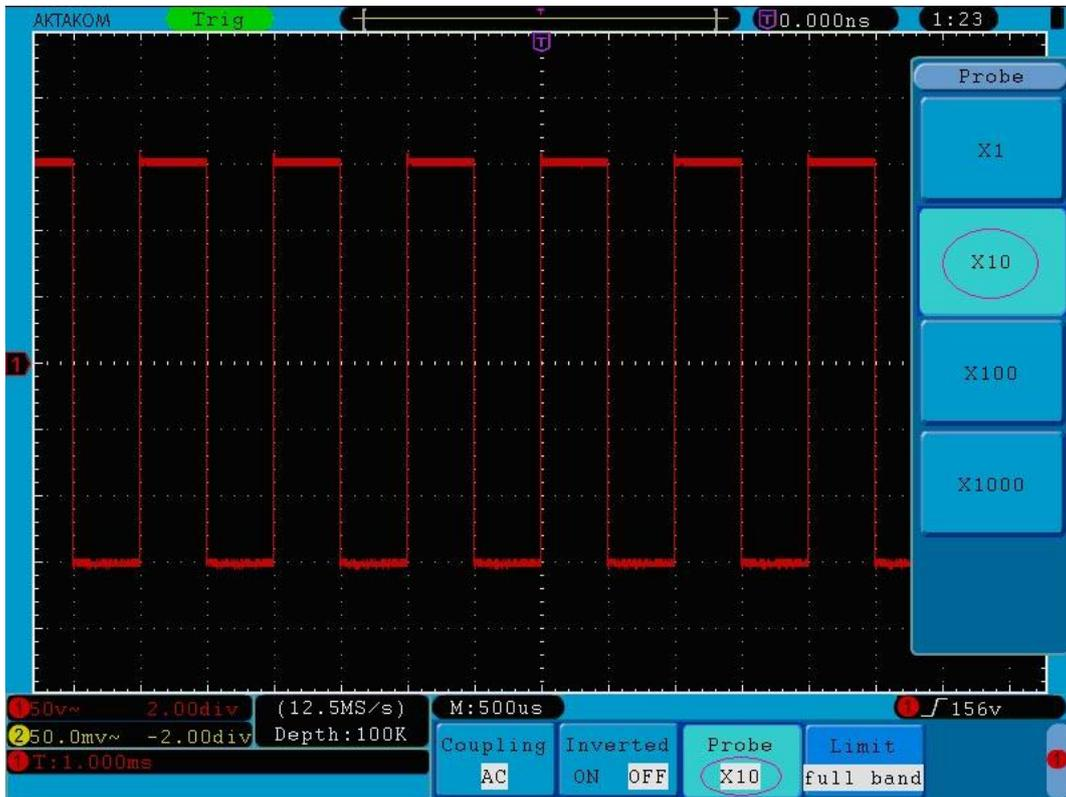

Рис.13. Установка коэффициента ослабления пробника
4. Выбранный коэффициент ослабления отобразится в элементе меню **Probe** (рис.13)